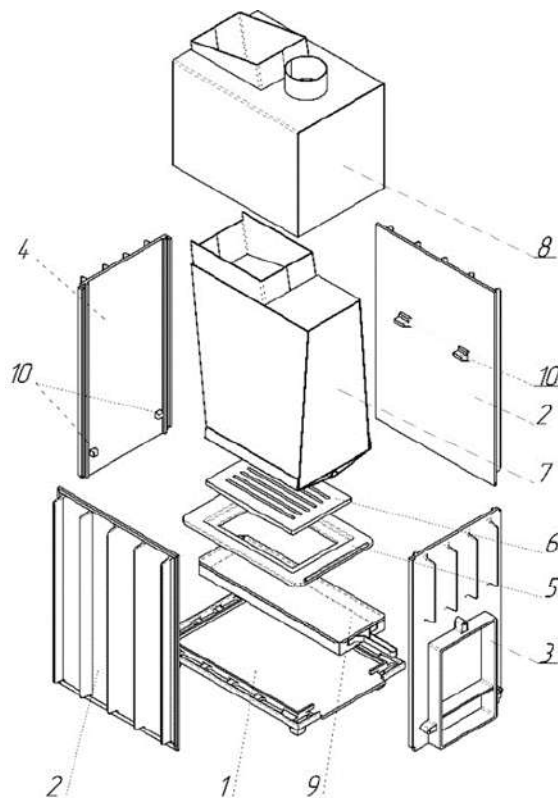

Рис.13 Схема сборки топочного агрегата печи Калита Экстрим.
2.3.3.2 На подготовленном месте в парной установить основание поз1 рис.13
2.3.3.3 В пазы основания установить боковые стенки поз.2 рис.13, затем переднюю поз.3 рис.13 и заднюю поз.4 рис.13. Приливы поз.10, рис.13 на боковых стенках должны быть расположены вверху, а на задней и передней стенках внизу.
2.3.3.4 Зафиксировав стенки эластичной стяжкой (резиновым жгутом), уложить основание колосника поз.5 рис.13, затем установить колосник поз.6, рис.13 в посадочное место в основании колосника.
2.3.3.5 Установить емкость для камней поз.7 рис.13 на приливы боковых стенок.
2.3.3.6 Установить кожух поз.8 рис.13.
2.3.3.7 Установить в подколосниковое пространство зольный ящик поз.10, рис.13.